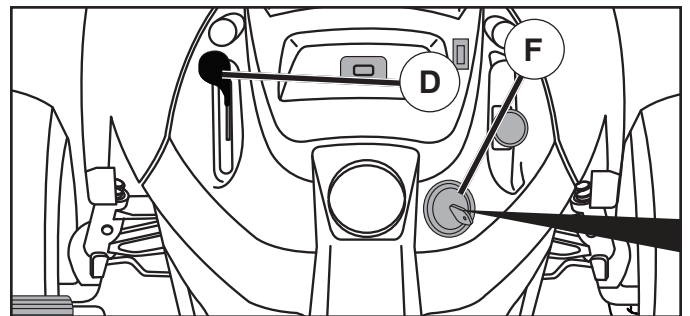

Fig. 18
POUR UTILISER LA COMMANDE DES GAZ (D) (Voir la Fig. 18)